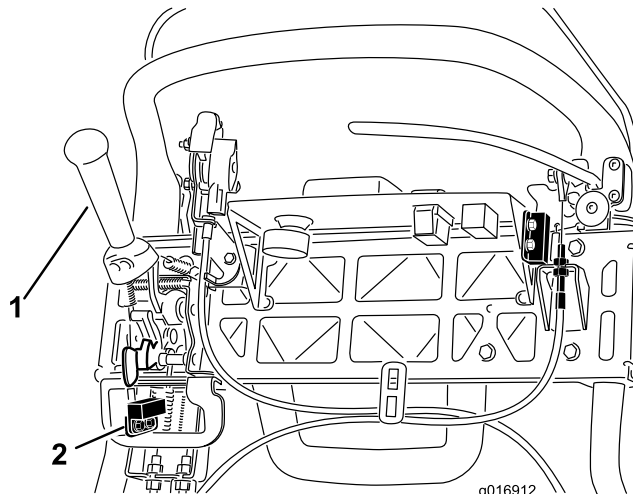

Bild 38
4. Lösen Sie die Befestigungsschrauben des Sicherheitsschalters (Bild 38).
5. Legen Sie eine 1,6 mm dicke Beilagscheibe zwischen den Fahrantriebshebel und den Sicherheitsschalter (Bild 38).